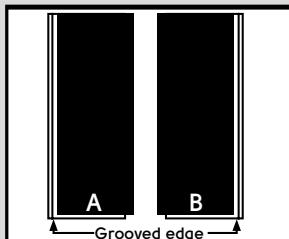

Fig. 3
- Abra varias cajas/cartones del material. Los tablones estarán marcados "A" y "B" en el reverso (diagrama de abajo). Separe los diferentes tablones en pilas manteniendo los bordes en la misma dirección. Mueva los tablones aleatoriamente de cada pila para conseguir un aspecto más natural, para su instalación (Fig 3).